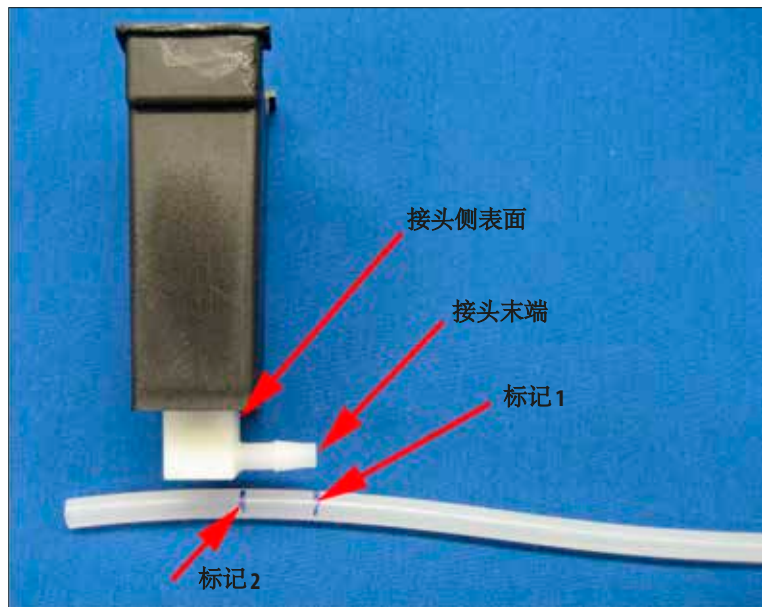

图 25
- 将标记 1 与接头末端对准, 然后再作一个标记 (标记 2), 以指示接头侧表面(图 25)。